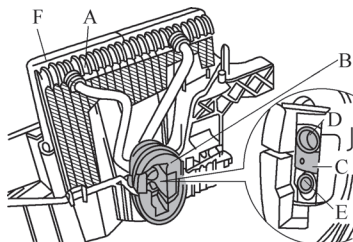

图 5-48 拆卸蒸发器
①拆卸空调暖风装置。
②分解空调暖风装置。
③分解蒸发器外壳。
④从蒸发器外壳下部件中拉出蒸发器A(图5-48)。